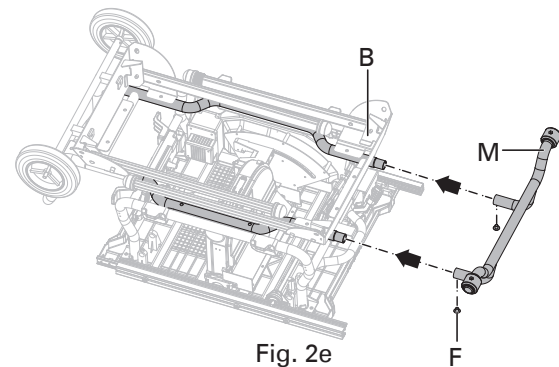

Fig. 2e
- Conecte los tubos del conjunto del asidero I (M) con los tubos correspondientes (ubicados en el lateral del almacenaje de la protección de la cuchilla) en el conjunto del soporte (B) y alinee los orificios. Inserte los tornillos de cabeza plana redonda M8 x 10 (F) en el orificio y apriételes con una llave hexagonal de 5 mm (Fig. 2e).